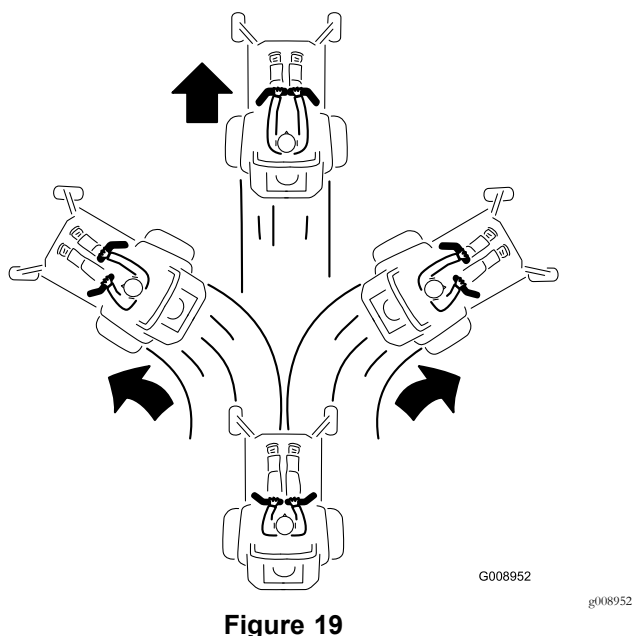

Figure 19
2. Pour vous déplacer en marche avant, poussez lentement les leviers de commande de déplacement vers l'avant (Figure 19).